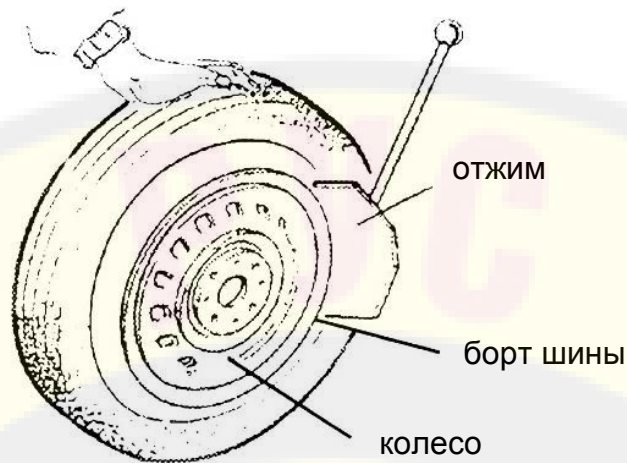

Рисунок 5
6.2.2 Откройте отжимную рукоять вручную путем наклона ее наружу. Поместите колесо в сборе напротив резиновой накладке. Поместите отжим напротив борта шины на расстоянии около 10 мм от края обода (рисунок 5).
6.2.4 Поверните немного шину и повторите операцию по всей окружности обода колеса пока борт шины полностью не отделится от обода. (рисунок 5).